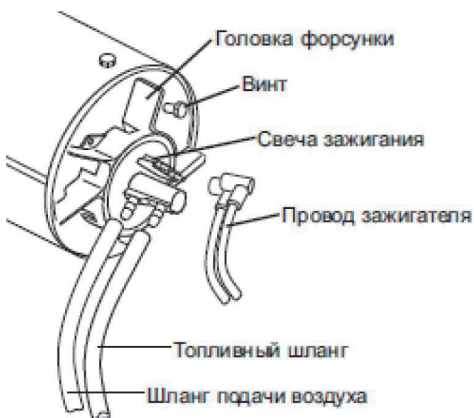

Рис. 13
- 2.Снимите лопасти вентилятора (рис. 13);
- 3.Отсоедините топливопровод от горелки (рис. 13);
- 4.Отсоедините провод от электродов свечи зажигания (рис. 13);